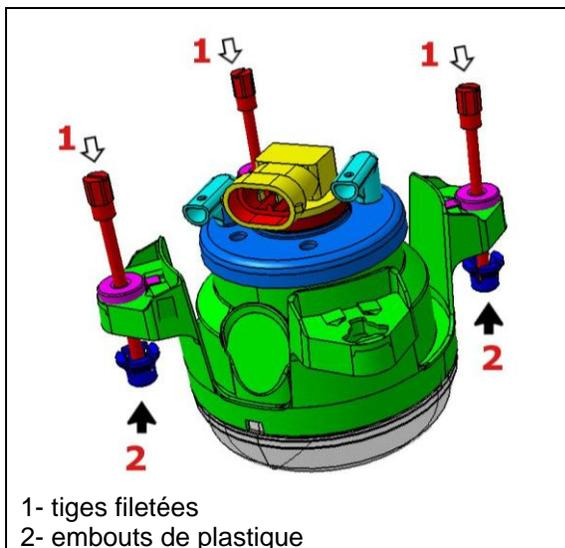
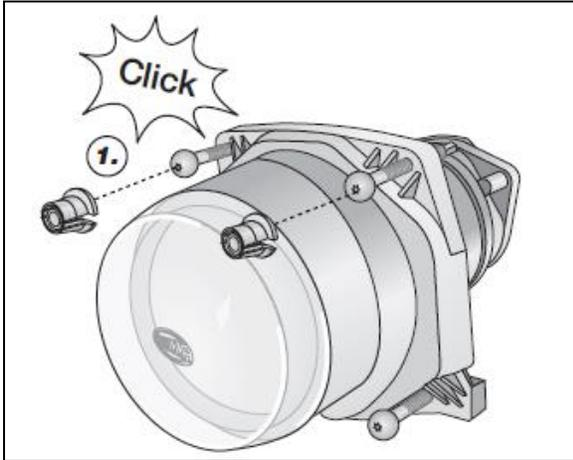

FIGURE 80: PROJECTEUR
FIGURE 84
5. Installer trois nouvelles tiges filetées (item 1, Figure 80) sur le projecteur.
- Fixer les embouts en plastique aux extrémités sphériques des tiges filetées (3x) (Figure 80 & Figure 84). Vous entendrez ou sentirez un clic.